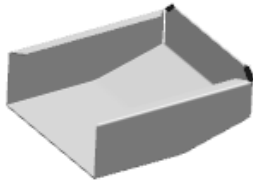

图 7.21 拉伸特征 3
Step13. 创建图 7.21 所示的拉伸特征 3。选择下拉菜单 **插入(S)** → **设计特征(F)** → **拉伸(E)** 命令，选取图 7.22 所示的模型表面为草图平面，绘制图 7.23 所示的截面草图，单击“反向”按钮 ；在“拉伸”对话框 **开始** 下拉列表中选择 **值** 选项，在 **距离** 文本框中输入数值 0；在 **结束** 下拉列表中选择 **贯通** 选项；在 **布尔** 区域的 **布尔** 下拉列表中选择 **求差** 选项；单击 **确定** 按钮，完成拉伸特征 3 的创作。